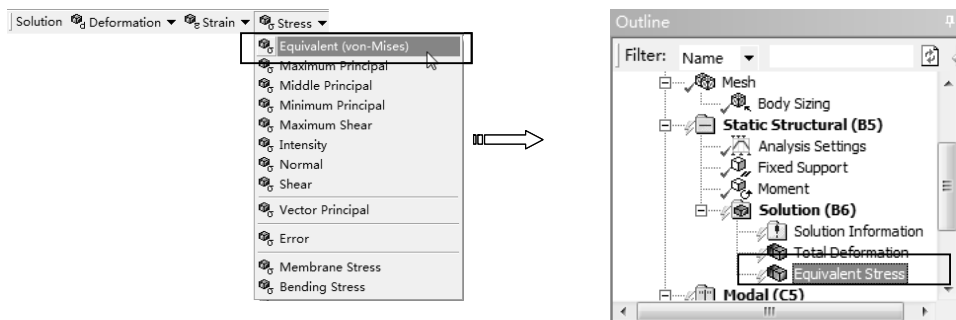

图 12-32 添加应力求解项
3) 求解应力。单击【Solution】工具栏上的【Stress】|【Equivalent (von-Mises)】命令，此时在分析树中插入【Equivalent Stress】项，如图 12-32 所示。